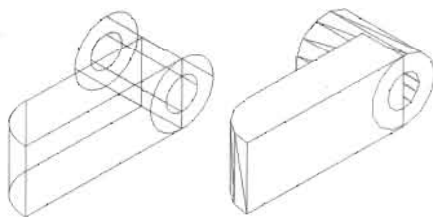

图 14-192
(6) 单击“建模”工具栏中的“差集”按钮, 把小圆柱体从大圆柱体中减掉, 如图 14-192 所示。